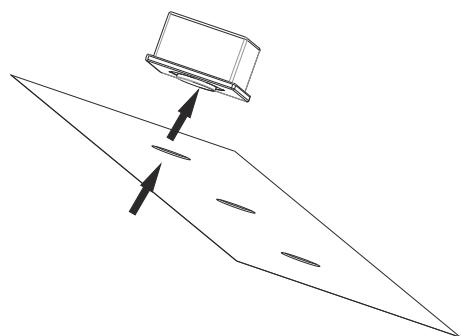

Fig. 28: Byte av GU10 lampa
- Håll samtidigt i glödlampan och vrid den moturs för att lossa den (Fig. 28).